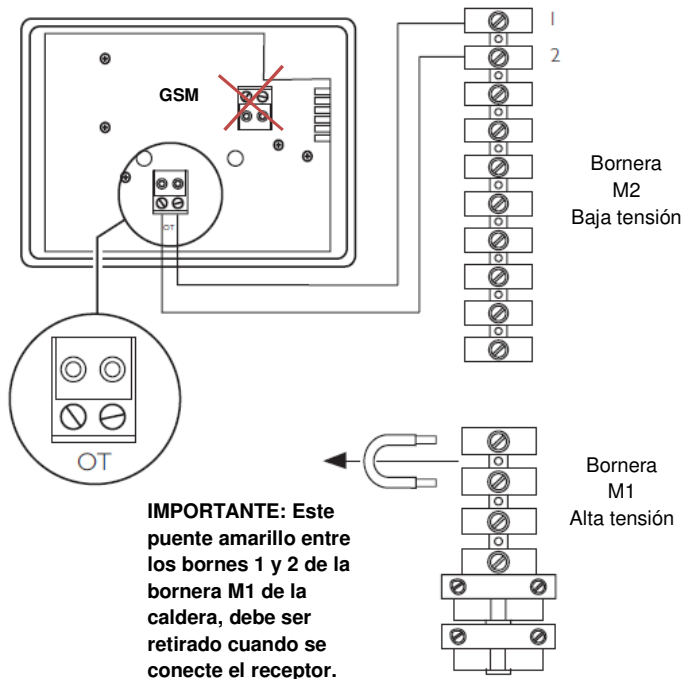

Fig. 9: Conexión de la parte posterior del receptor
1. El receptor debe ser conectado en la caldera según se indica en la Fig. 9.
3. El error **E83** indica que el receptor no se está comunicando con la caldera. Comprobar el conexionado entre ambos componentes. Ver Fig. 9.
- c. Que el cableado entre el receptor y la caldera sea el correcto. Ver Fig. 9.